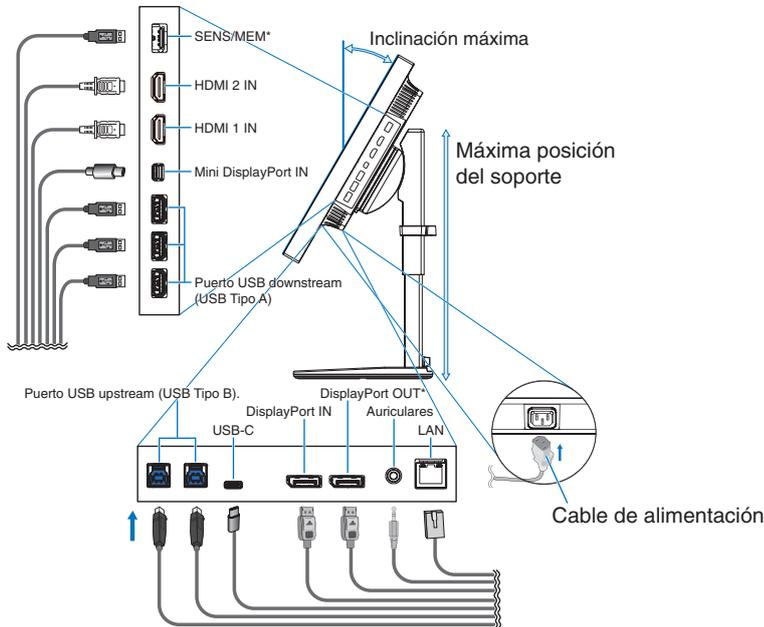
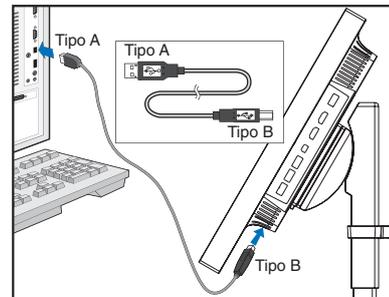

Figura C.1
Figura C.1a
- Conecte todos los cables en los conectores correspondientes (**figura C.1**). Al utilizar un cable USB, conecte el conector del tipo B al puerto USB de upstream en la parte trasera izquierda del monitor y el conector del tipo A al puerto de downstream del ordenador (**figura C.1a**). Si está utilizando el cable de un dispositivo USB, conéctelo a uno de los puertos downstream del monitor.